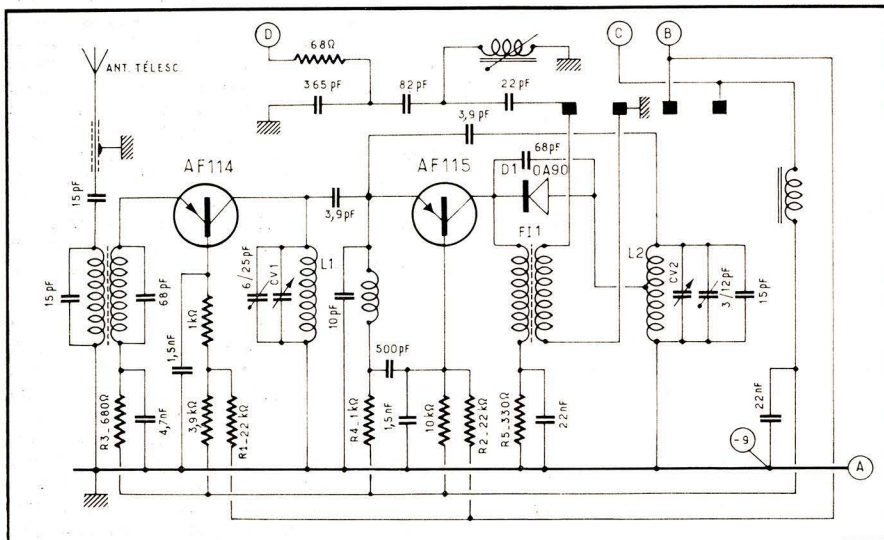

Fig. 1. — Schéma du tuner FM, monté sur une petite plaquette « imprimée », dans le voisinage immédiat du C.V.
Son schéma est celui de la figure 1, de structure à peu près classique, et utilisant deux transistors en montage à base commune. L'accord du bobinage de liaison H.F. ( $L_1$ ) et celui de l'oscillateur ( $L_2$ ) se fait par deux condensateurs variables (CV1 et CV2), faisant partie du bloc de C.V. La commutation ne prévoit pas la cou-
Enfin, lorsque le récepteur est commuté en FM, la sortie du tuner s'opère par le premier transformateur F.I. (F11, fig. 1) et de là, par (D), les contacts 7-8 et 10-11, (E) et  $C_1$  (fig. 3), vers la base du transistor AF 116 ( $T_3$ ), qui, changeur de fréquence en AM, devient amplificateur F.I. en FM.
Lorsque la touche FM est enfoncée (fig. 2), les résistances  $R_1$  et  $R_2$  des diviseurs de tension de bases (fig. 1) se trouvent pra-